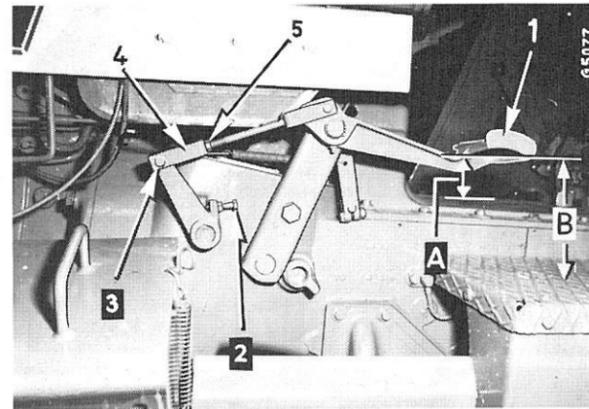

Fig. 77
40 mm (A) Fig. 77 et 78. Au fur et à mesure de l'usure des garnitures cette garde diminue. Un réglage de l'embrayage doit être effectué dès que cette garde n'atteint plus que 10 mm.